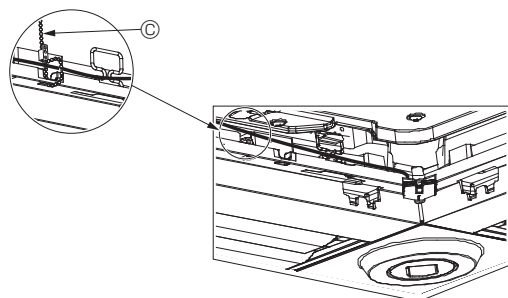

Fig. 5-13
- Säkra i-See-sensorns och signalmottagarens ledningar till panelen med fästen som visas på bilden så att ledningarna inte hänger löst och klipp sedan bort den överflödiga änden av fästena. (Fig. 5-13)
- Ändra kopplingsinställningarna om i-See-sensorn flyttades från "o", position (E), till "□", position (F). (Se sidan 163.)